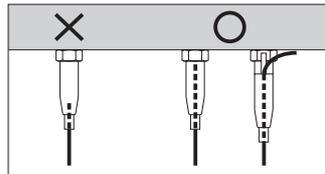

図2
- ワイヤーが金具に十分挿入されていることを荷重をかける前に確認してください(図2)。挿入が不十分な場合、落下によるケガや破損の原因となります。